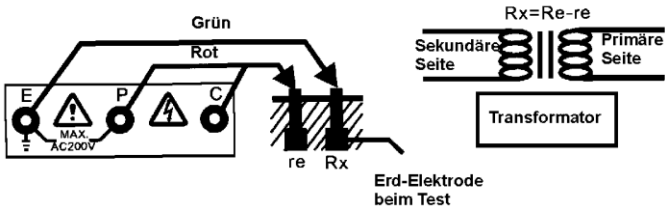

Abb. 2
- * Diese Methode wird bei Erdwiderständen über 10Ω empfohlen und wo es nicht möglich ist die Hilfsspieße zu verwenden. Wie in Abb. 2 gezeigt wird, erhält man bei diesem Zwei-Leiter-System einen ungefähren Erdwiderstandswert.